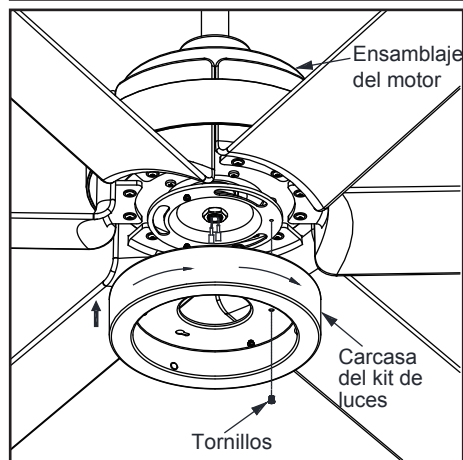

Figura 17
1. Afloja, pero no quites, dos de los tres tornillos de montaje del conjunto motor-ventilador; retira un tornillo de montaje. (Figura 17)
2. Empuja la carcasa del kit de luces hasta el conjunto motor-ventilador de manera que las cabezas de los dos tornillos aflojados encajen en las ranuras tipo ojo de cerradura. Gira la carcasa del kit de luces hacia la derecha y aprieta los tornillos. Vuelve a instalar el tornillo que retiraste en el paso 1 y apriétalo firmemente. (Figura 17)
3. Quita un tornillo de la carcasa del kit de luces y afloja, pero no quites, los otros dos. Conecta los cables del conjunto del soporte del kit de luces a los cables del conjunto motor-ventilador uniendo los enchufes moldeados del adaptador. Coloca con cuidado todos los cables y empalmes dentro de la caja del interruptor. (Figura 17)